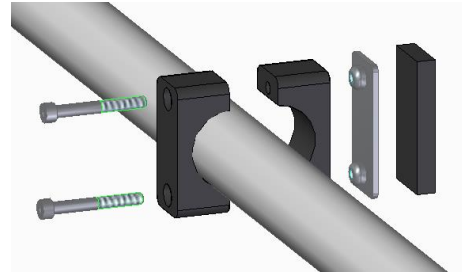

Fig 4
Per proteggere da collisioni tra la porta e il portabici, è possibile montare un ulteriore fermaglio (7) sul tubo trasversale più vicino al veicolo utilizzando due viti cilindriche M6x50 (Fig. 4).